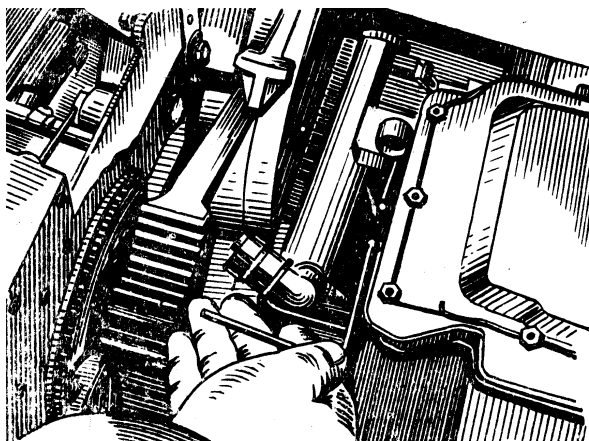

Рис. 24. Зняття контактора пірокасети за допомогою пристосування 2А42.10.070
- знімає контактор пірокасети; якщо зняття контактора ускладнюється, то встановлює пристосування 2А42.10.070 для його зняття, яке розташовано у зовнішній кишені сумки для комплекту ЗІП гармати 2А42 (рис. 24);
Після розвантаження стрічок з патронами до гармати 2А42 і кулемета ПКТ вони можуть складатися в ящики спорядженими. При укладанні стрічок до гармати спорядженими вони повинні роз'єднуватися за допомогою роз'єднувача 2А423.10.020 (рис. 24).